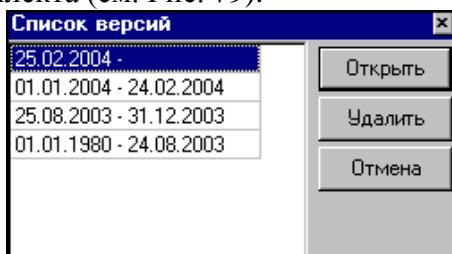

Рис. 79
*Список версий* - просмотр списка периодов действия выделенного комплекта (см. Рис. 79).